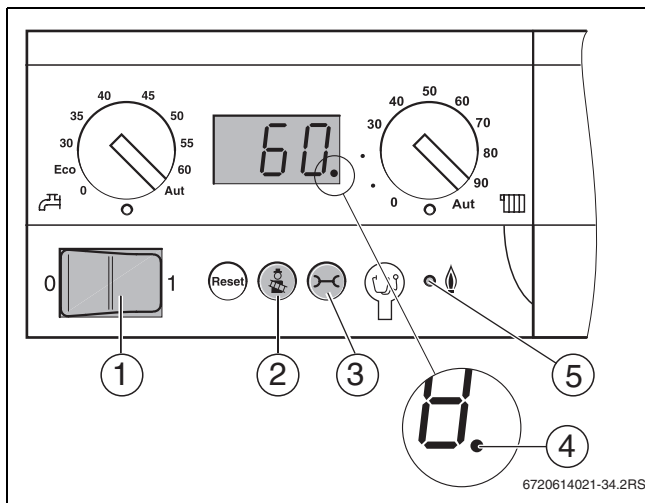

Bild 40 Bedienfeld des BC10
- ▶ Hauptschalter am BC10 auf „0“ (Aus) stellen (→ Bild 40, [1], Seite 40).